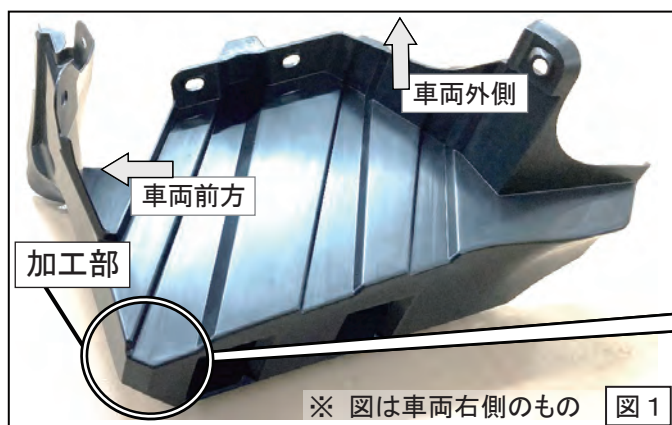

図1. 純正リアバンパーサイドカバー
- (1) 図1、2を参考に左右の純正リアバンパーサイドカバーのカットラインをマーキングしてください。